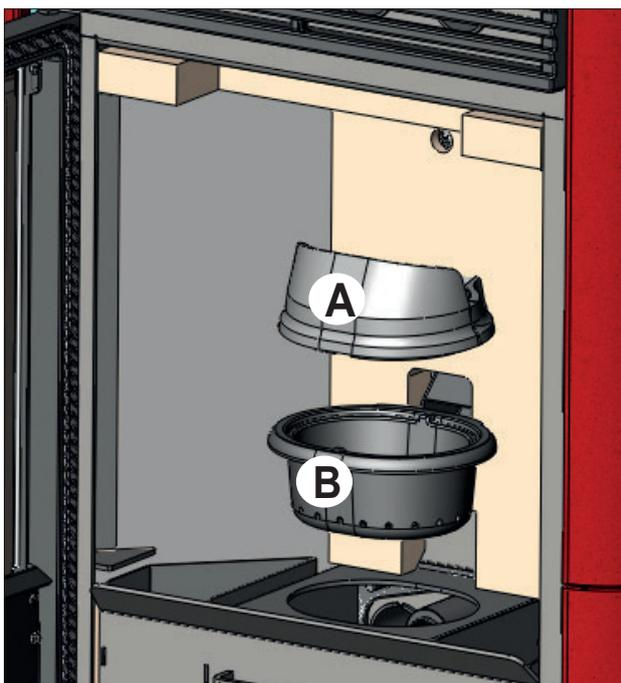

Abb. 1
Kommt es nach der normalen Reinigung zu einem FEHLERHAFTEN Zusammenbau der oberen Brennerschale (A) (Abb. 1) mit der unteren Brennerschale (B) (Abb. 1) kann dies den korrekten Betrieb des Heizofens beeinträchtigen.